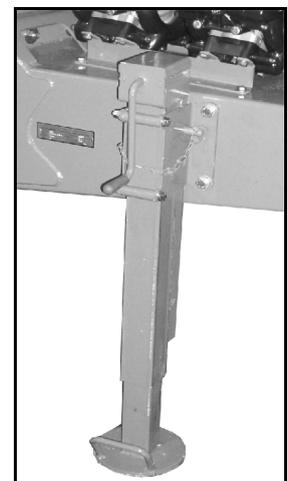

Fig. 50
- Pata de apoyo bajada (Fig. 50) con la máquina desacoplada.